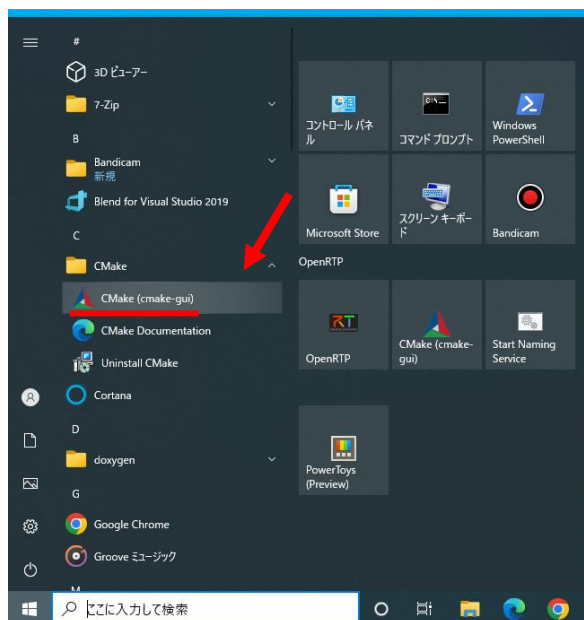
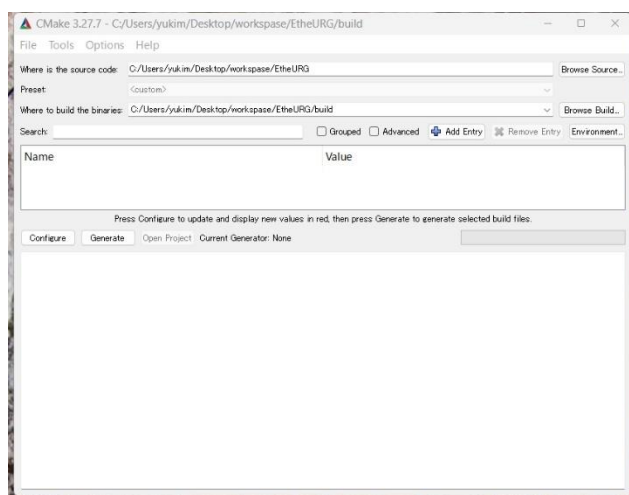

図 8 CMake の起動方法
図 9 起動した CMake
- ③ 図 8 のように[デスクトップ]から[スタート]ボタンを選択し、表示された項目の中から、[CMake]フォルダー内の[CMake (cmake-gui)]をクリックし、図 9 のようなアプリを起動させる。